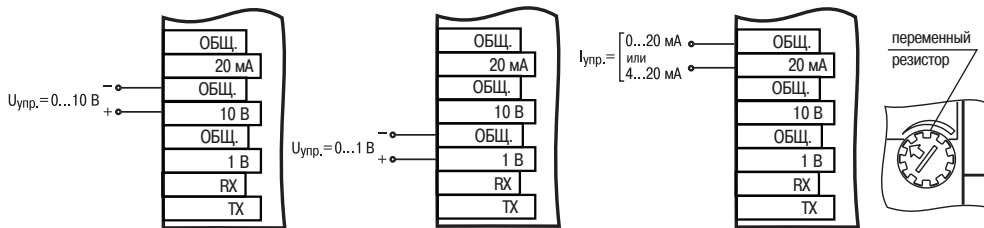

**Рисунок 3.9**
3.3.2 Метод, при котором управляющий сигнал определяет число пропускаемых в нагрузку целых полупериодов, от 0 до 256 (рисунок 3.9). При этом методе уровень радиопомех, создаваемый при регулировании, минимален.